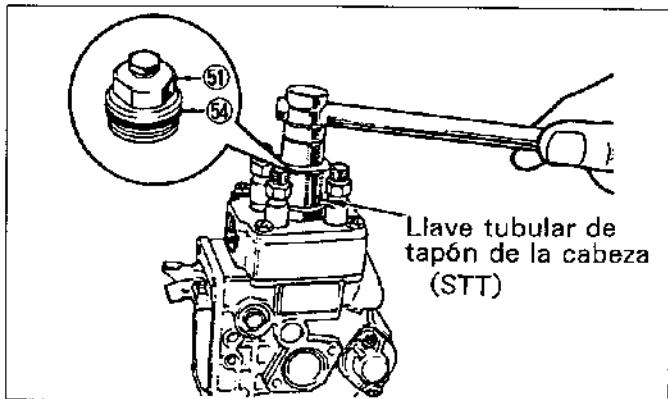

Figura.12-10 Extracción del tapón de cabeza de distribución
Extraiga el tapón de la cabeza de distribución ⑮ con la herramienta adecuada, llave tubular de tapón de la cabeza (STT). Extraiga y deseche anillo "O" ⑯. (Vea la figura.12-10)